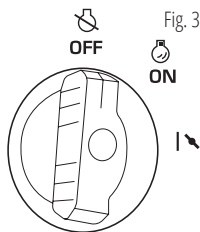

Fig. 3
4. Setați comutatorul 3-în-1 pe „OFF” (Fig. 3).